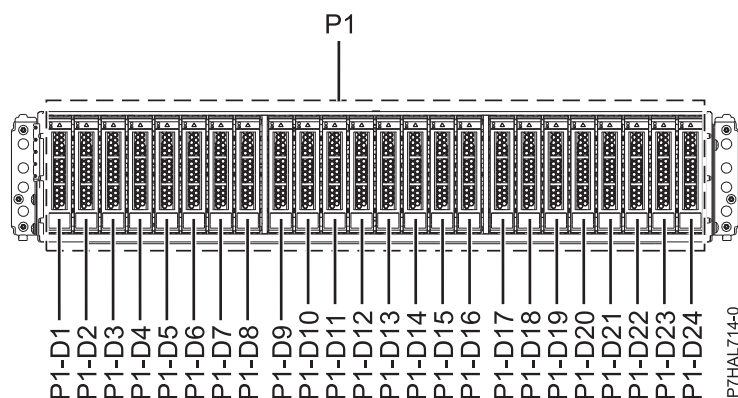
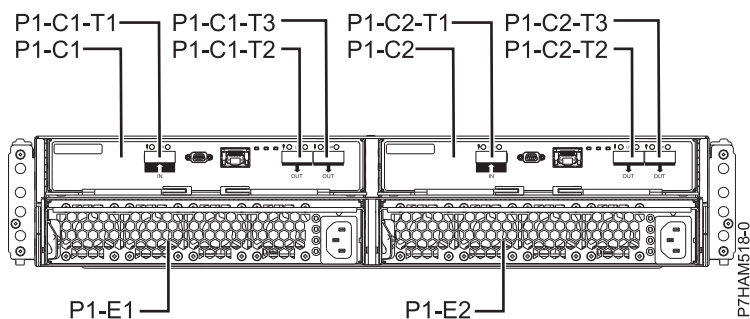

Figura 21. Vista frontal del model allotjament d'unitats de disc 5887 que mostra les ubicacions de les unitats de disc
Figura 22. Vista posterior de l'allotjament d'unitats de disc 5887
2. Identifiqueu la peça i l'allotjament amb què voleu treballar. Les ranures de les unitats de disc i SSD es troben a la part frontal de l'allotjament. A la Figura 21 i a la Figura 22 a la pàgina 22 es mostra la vista frontal i posterior de les ubicacions de les unitats de disc allotjament d'unitats de disc 5887 i al model allotjament d'unitats de disc 5887.